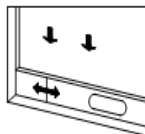
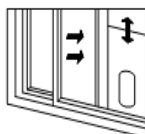

Fig. 2
Fig. 3
- 1) Entrouvrez la fenêtre et installez l'ensemble de plaque pour fenêtre sur la fenêtre coulissante (comme illustré dans les Fig. 2 et Fig. 3). Les éléments peuvent être positionnés à l'horizontale ou à la verticale.